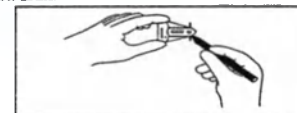

ABBILDUNG 8
- Wenn der Magnet des MAGNA-FINDER™ senkrecht zur Unterseite steht, markieren Sie das Gewebe mit einem chirurgischen Stift an den zwei Einkerbungen der Unterseite des MAGNA-FINDER™. Die Linie zwischen diesen beiden Einkerbungen zeigt die Position einer Ebene an (siehe Abbildung 8). Der MAGNA-SITE® befindet sich auf einem Punkt entlang dieser Ebene.